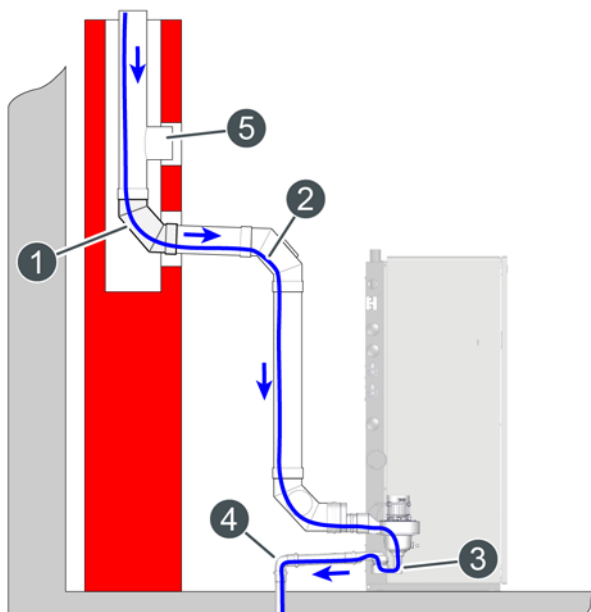
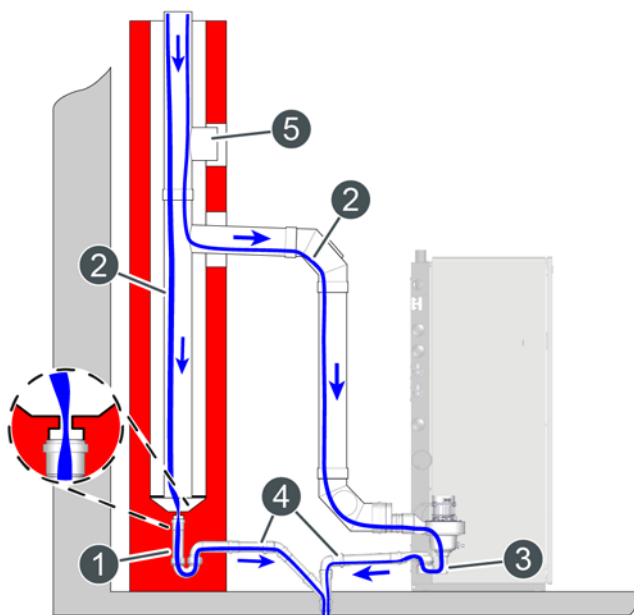

Fig. 7-1: Version recommandée
Fig. 7-3: Version alternative
- Réaliser l'écoulement des condensats sur la base du graphique Fig. 7-1: "Version recommandée" ou Fig. 7-3: "Version alternative".
Si la version recommandée (voir Fig. 7-1: "Version recommandée") ne peut pas être réalisée, il existe une autre solution. Raccorder un siphon à l'écoulement des